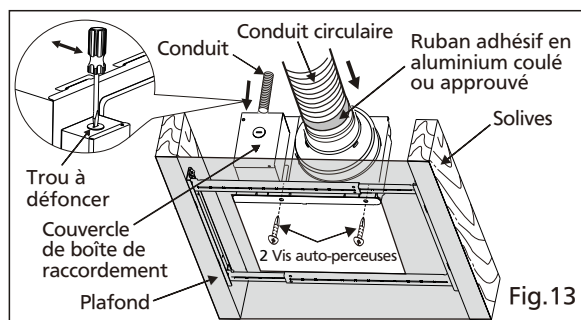

Fig.13
- Installez l'adaptateur de support Flex-Z Fast™ en utilisant 2 vis auto-perceuses. (Voir Fig.13)